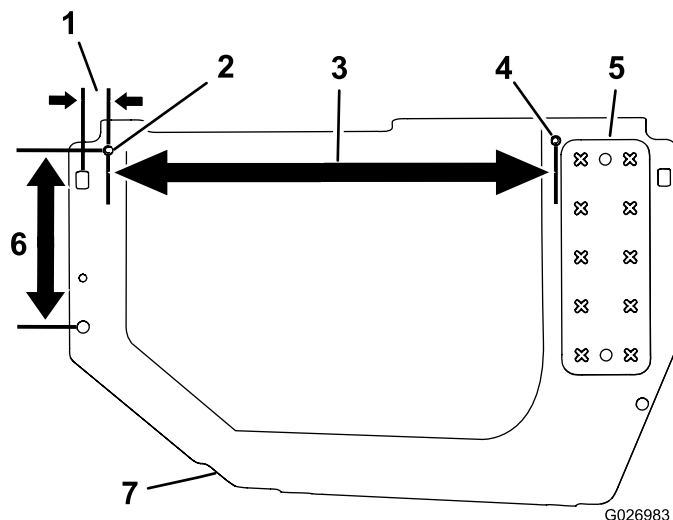
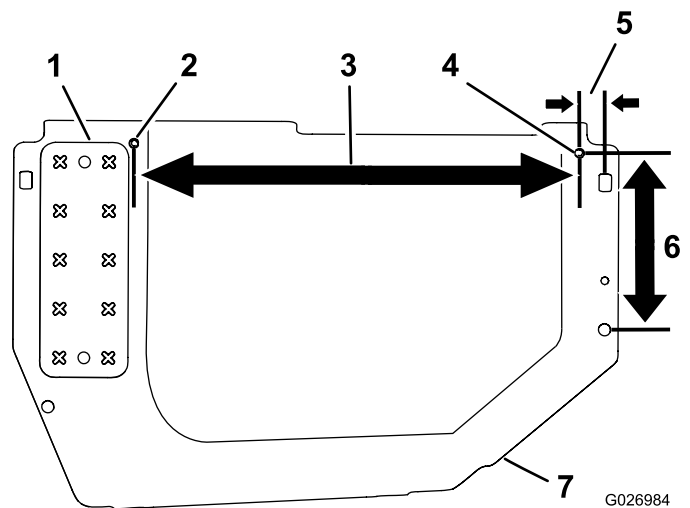

Figura 9
Figura 10
2. Perfore dos taladros de 8,7 mm en cada cubierta de plástico (Figura 9 y Figura 10).
Nota: Utilice Figura 9 y Figura 10 para medir la posición de los taladros de 8,7 mm en las cubiertas. Alinee el taladro delantero de cada cubierta con el borde de la placa pisable.